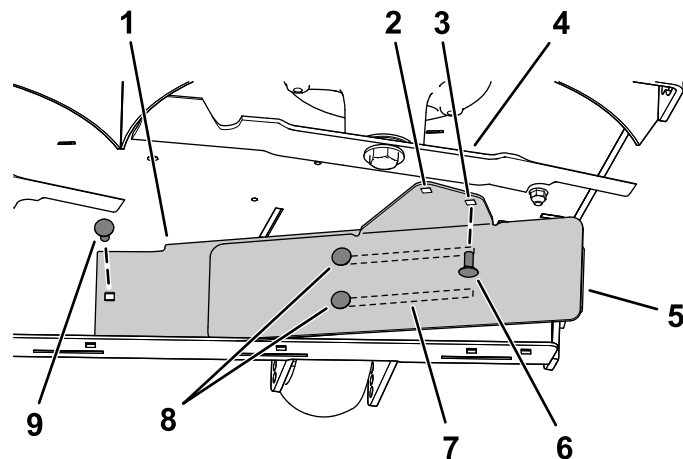

Figura 9
3. Montate il lato sinistro del deflettore utilizzando un bullone a testa tonda (5/16" x 3/4") e un dado (5/16") come illustrato nella Figura 9.
4. Allentate i 2 bulloni a testa tonda (5/16" x 3/4") nelle scanalature del deflettore e fate scorrere il deflettore fino a quando il foro non è allineato al foro nel piatto di taglio (Figura 9).
5. Montate il deflettore come illustrato nella Figura 9.
Importante: Assicuratevi di utilizzare il foro corretto per il deflettore; fate riferimento a Figura 9.
6. Serrate i 2 bulloni a testa tonda (5/16" x 3/4") nelle scanalature del deflettore (Figura 9).